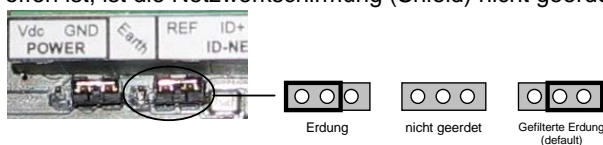

Abbildung 7 Schirm zu Erde – Brückenstellung
- Schließen Sie die Netzwerkschirmung (Shield) über die Brücke an die gefilterte Masse an, Standard-Einstellung siehe Abbildung 7 Schirm zu Erde – Brückenstellung).